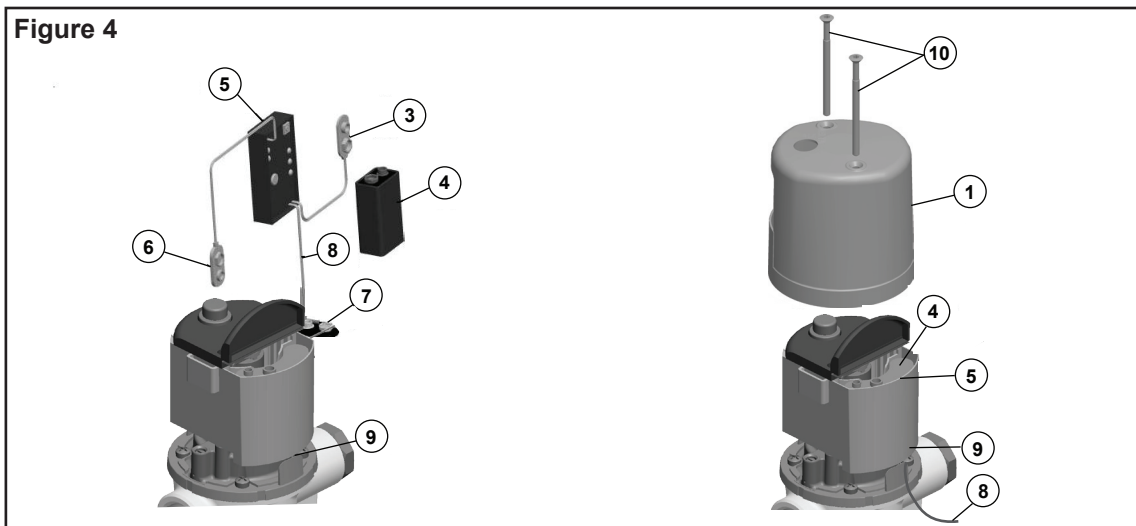

Figure 4
2 Attach shorter snap connector (3) of converter to 9V battery (4), see Figure 4.
*Branchez le connecteur à boutons-pression plus court (3) du convertisseur à la pile 9V (4) (voir la figure 4).